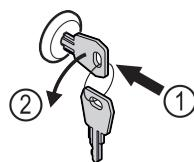

Fig. 206
- Iespiediet atslēgu. Fig. 206 (1)
- Grieziet atslēgu par 90° pretēji pulksteņrādītāja virzienam. Fig. 206 (2)